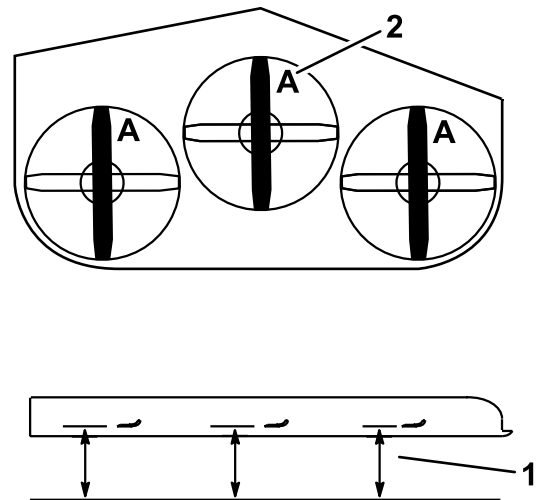

Figura 36
2. Mida desde una superficie nivelada hasta el filo de corte, posición A, de las cuchillas (Figura 36).